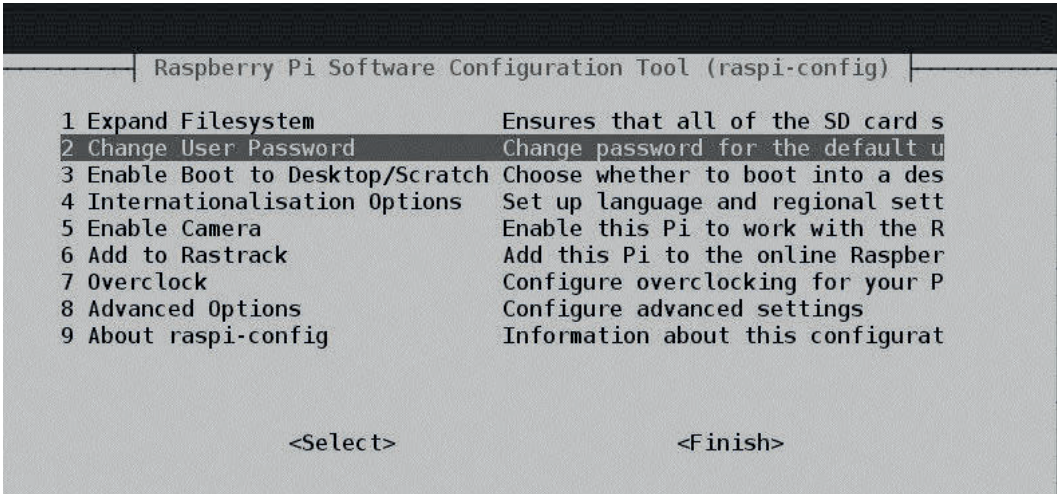

Figura 1.12
A continuación tenemos la posibilidad de cambiar el nombre de usuario y contraseña que por defecto son **pi** y **Raspberry**. Esto lo acometemos tal y como se observa en la figura 1.12. Después es necesario cambiar la configuración del teclado (ES) y la zona horaria (figuras 1.13 y 1.14). La siguiente configuración es muy importante ya que ahí estableceremos el tipo de Raspberry, que en nuestro caso es la Pi2 (figuras 1.15 y 1.16).